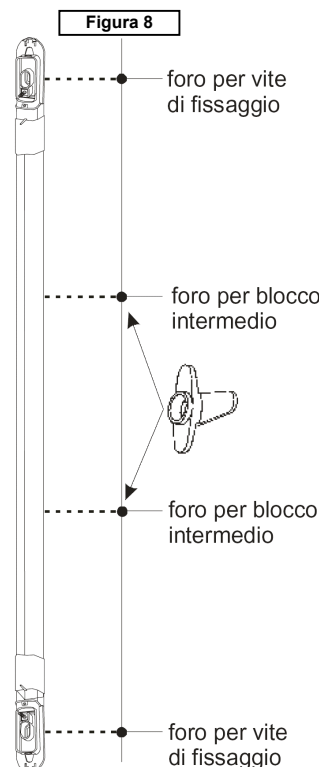

Figura 8
- Dopo aver segnato i fori per le viti di fissaggio eseguire eventuali fori per il blocchi intermedi (figura 8)